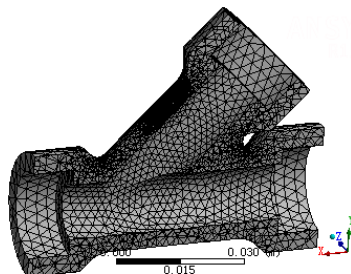

图 3-68 调整视图显示
**步骤 03** 选择快捷菜单中的 Back 命令,或按住鼠标中键,调整视图显示,以便观察剖切面的网格划分效果,如图 3-68 所示。